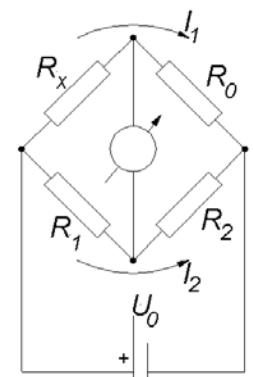

Abb. 4.6:
1. Kalibrierung: Nach Erstellung der Schaltung gemäß Abb. 4.6 wird der Widerstand R_x in ein Gefäß mit Wasser bei Zimmertemperatur gehängt. Anschließend wird so eingeregelt, dass das Messinstrument Stromlosigkeit anzeigt. Nach diesem Abgleich darf R_1 nicht mehr verändert werden. Man ersetzt dann den Widerstand R_x durch eine Widerstandsdekade. Für Widerstandswerte von 30 bis 56 Ω wird die Stromstärke I notiert (Schrittweite 2 Ω). Zur Erstellung der Kalibrierkurve wird I als Funktion des Widerstandes R der Dekade graphisch dargestellt.